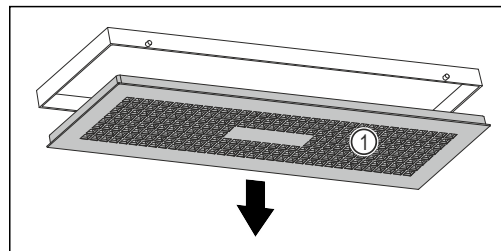

Fig. 96
- ▶ Wasserbox langsam nach unten drehen und dabei Abdeckung Fig. 96 (1) festhalten.
- ▶ Abdeckung Fig. 96 (1) entnehmen.